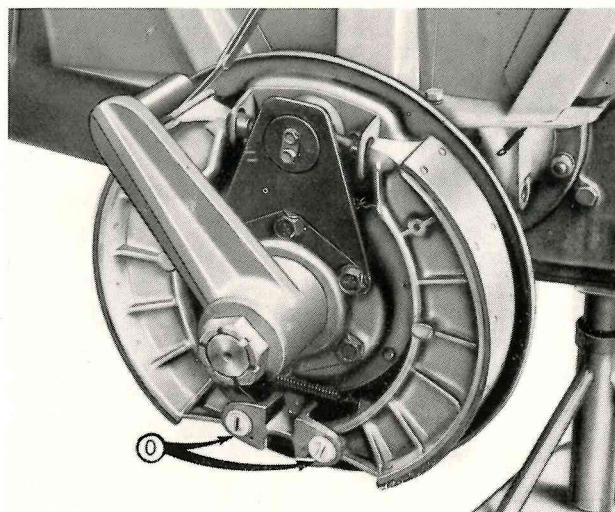
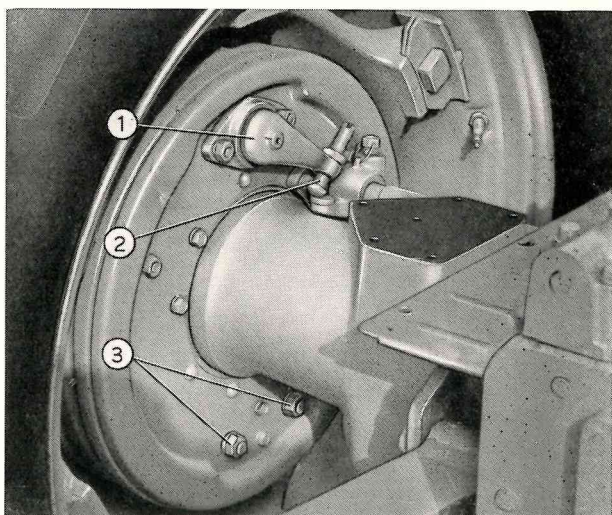

Fig. 200 - Freni.
Fig. 201 - Registrazione freni.
I freni (fig. 200).
Il controllo o la registrazione si effettua montando sull'asse ruota motrice (b, fig. 200) l'attrezzo **C 443030** e servendosi di uno spessore.
La registrazione del giuoco in **U** si effettua ruotando per ciascuna ganasca il rispettivo perno eccentrico di sostegno (**0**, fig. 200) fino ad ottenere il valore richiesto, mentre la registrazione in **V** si effettua per le due ganasce contemporaneamente agendo con un cacciavite sulla vite di registro (**2**, fig. 201).
- allentare il dado di bloccaggio della vite di registro (fig. 201) indi svitare la vite stessa fino a che, facendo girare a mano la ruota, si avverta l'attrito delle guarnizioni delle ganasce contro il tamburo;